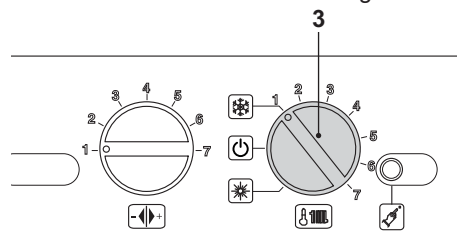

Fig. 2.3
- Gire el selector 3 como en la Fig. 2.3.